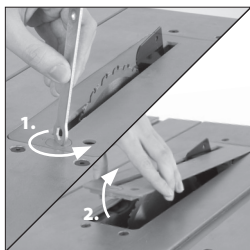

Fig. 14
- Retire la placa de acceso de la mesa girando el tornillo de fijación ¼ de vuelta. Levante la placa de acceso de la máquina (**Fig. 14**). Almacene con cuidado este componente para su uso posterior.